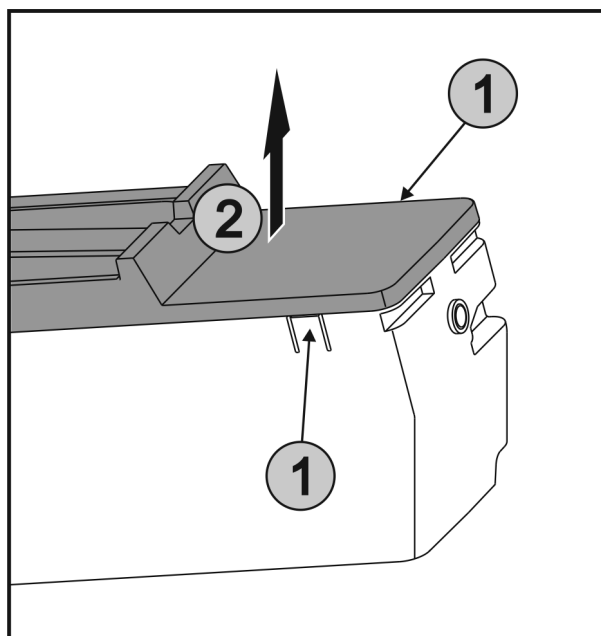

Fig. 43
- Premere contemporaneamente le linguette Fig. 43 (1) su entrambi i lati di EasyTwist-Ice e rimuovere la copertura sollevandola verso l'alto Fig. 43 (2).